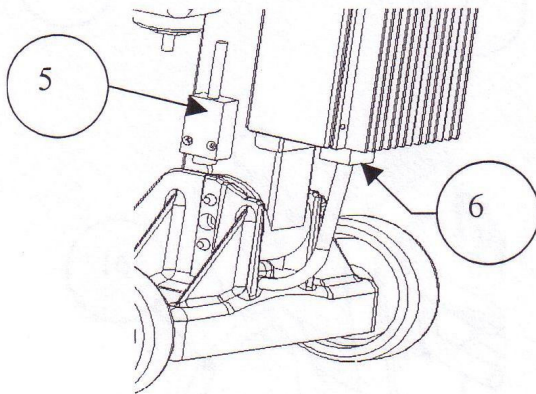

Рисунок 3
- Электродвигатель (рис.3)
2. Отсоедините вилку подключения кабеля от коробки, присоединенной к ручке (6, рис.3);